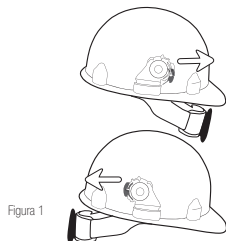

Figura 1
1. L'elmetto può essere indossato con il frontino in avanti o all'indietro. Inserire le lamine nelle fessure del cappellino con il bottone rivolto sempre sul retro della sospensione. (Figura 1)